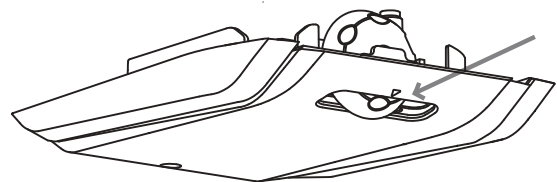

Fig. 1
• L'unité du thermostat pour la commande de l'appareil est localisée à l'intérieur du compartiment du réfrigérateur (Fig. 1).